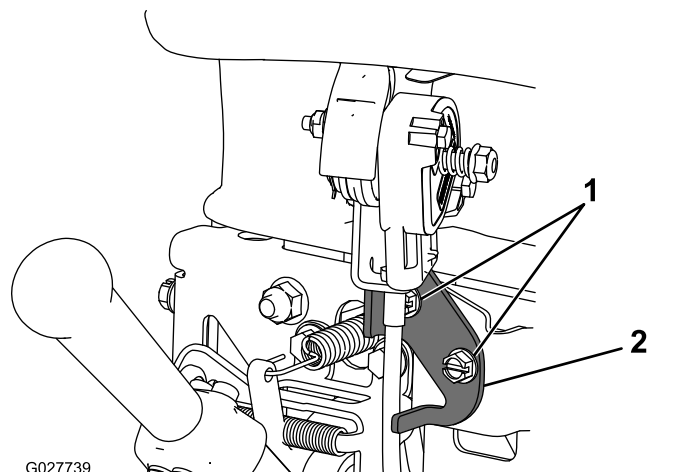

Рисунок 31
2. Ослабьте два крепежных элемента рычага дроссельной заслонки (Рисунок 31).